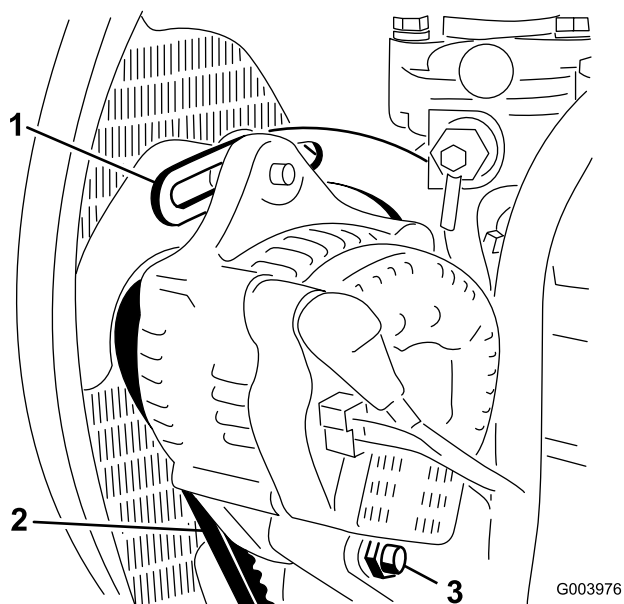

Figura 54
2. Compruebe la tensión de la correa del alternador flexionándola (Figura 54) en el punto intermedio entre las poleas del alternador y del cigüeñal con una fuerza de 10 kg.
3. Afloje el perno que fija el tirante al motor (Figura 54), el perno que fija el alternador al tirante y el perno de pivote.